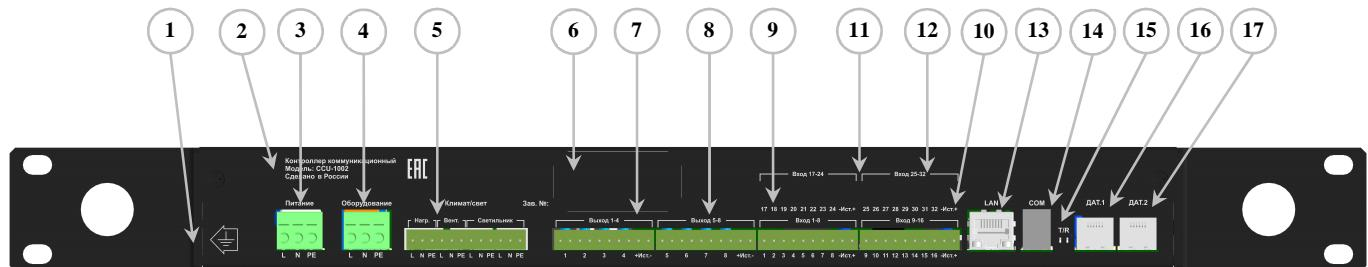

Рисунок 2. Контроллер ССУ-1002, задняя панель:
**Подключение внешних цепей** производится на задней панели прибора, см. Рисунок 2 и Таблицу 4. Силовые и сигнальные цепи подключаются одножильными проводниками, или многожильными с дополнительной обсадкой концов провода наконечниками. Сечение проводов должно быть не более 4-х мм кв. для цепей Питания и Оборудования, и не более 1,5 мм кв. для остальных цепей (за исключением цифровых портов). Сечение применяемых проводников должны соответствовать по сечению мощности подключаемой к прибору нагрузки. При подключении жестких одножильных проводов и кабелей, рекомендуется производить их раскладку таким образом, чтобы исключить тяжение, создаваемое проводами на клеммы прибора.